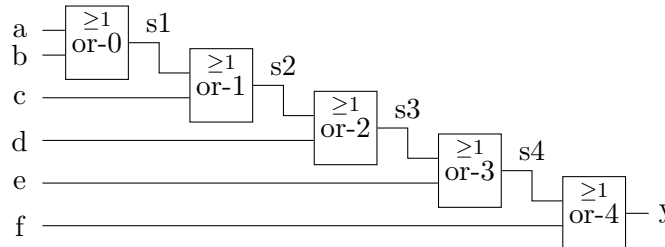
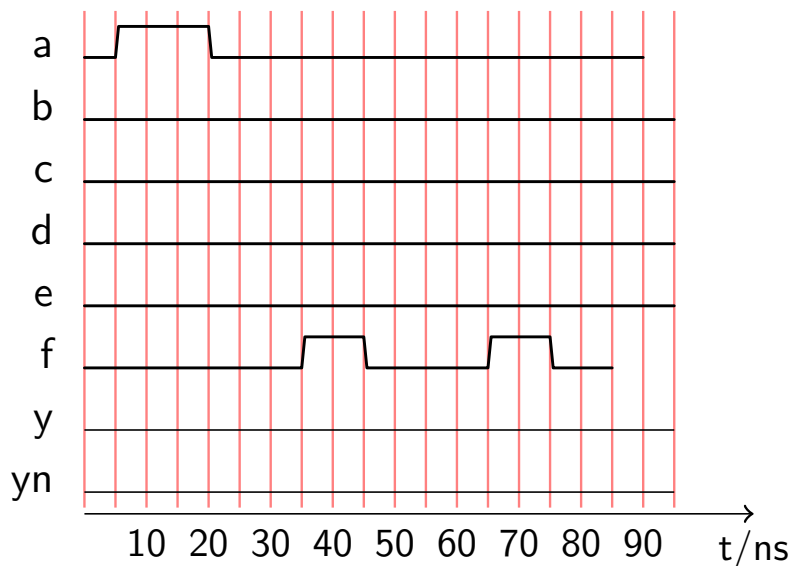

Abbildung 1: Verschaltung von fünf ODER Gattern
Abbildung 2: Zeitverlauf der Eingangssignale
Die in Abbildung 1 dargestellte Schaltung ist aus Oder Gattern aufgebaut. Jedes dieser Gatter hat eine Verzögerungszeit von $t_{pd} = 5ns$. Die Verzögerung ist für steigende und fallende Signale gleich ($t_{pdh} = t_{pdl}$).
- In Abbildung 2 ist ein beispielhafter Verlauf der Eingangssignale dargestellt. Zeichnen Sie den zeitlichen Verlauf des Signals am Ausgang y für die Schaltung gemäß Abbildung 1 in die Abbildung 2 ein. Das Signal y_n wird für die Aufgabe f) benötigt.
- Zeichnen Sie den zeitlichen Verlauf des Signals am Ausgang y der neuen Schaltung aus Aufgabe e) in Abbildung 2 ein.
e) Die in Abbildung 1 dargestellte Schaltung hat die logische Funktion (1).